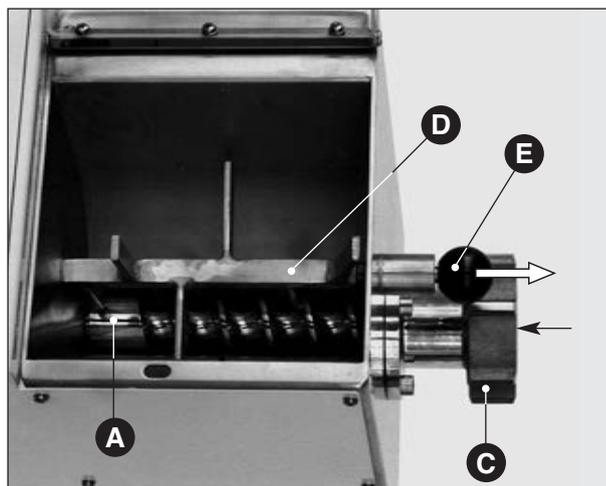

Fig. 1
Fig. 1 bis
correctement montée (**Fig. 1 A**), la partie cylindrique devant être appuyée contre l'arbre d'entraînement;
- s'assurer également que le bouchon en plastique (**Fig. 1 B**) qui remplace la filière est bien positionné, et que la douille (**Fig. 1 C**) est bien vissée;
- enfin bloquer de manière sûre le malaxeur (**Fig. 1 D**) dans son logement au moyen du pommeau qui se trouve sur le devant de la machine (**Fig. 1 E**) ou visser le support mobile sur le modèle TR 75/E (**Fig. 1 bis** voir page 35).